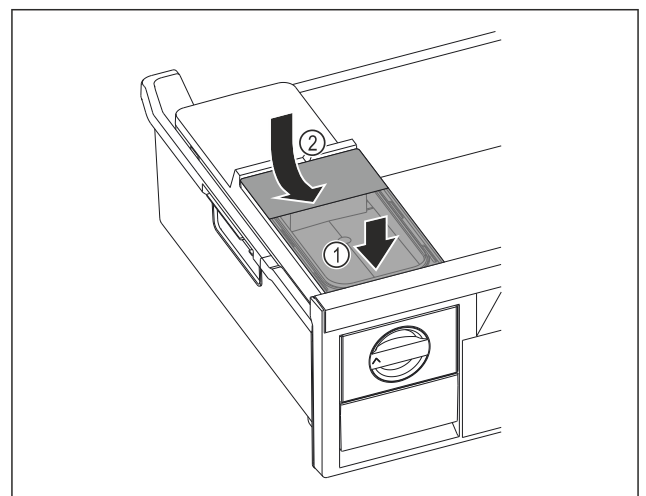

Fig. 72
- Wassertank vorne ansetzen. Fig. 72 (1)
- Wassertank hinten absenken. Fig. 72 (2)